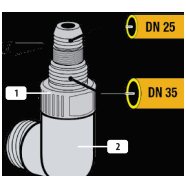

Fig.9
- Închideți cotul de conectare (1) în orificiul de evacuare al pompei, cu pipa de acces în sus. Fig 9
- Închideți înălțim (2) în cotul de conectare (1).
- Înălțim (2) are o lungime de 35mm la 25mm. Dacă folosiți un furtun de 35mm țărău și țărău cu o anumită curbură pentru a reduce vibrațiile.